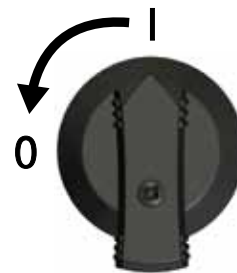

Abbildung 42
2. DC-Lasttrennschalter am Wechselrichter auf 0 stellen (Abbildung 42).